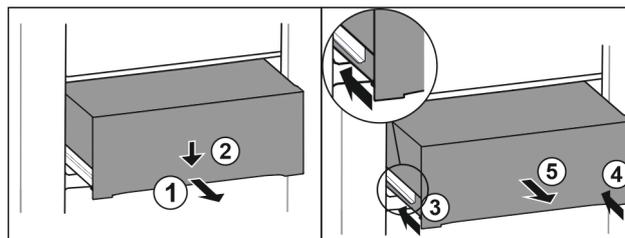

Fig. 71
- Estrarre il cassetto a metà. Fig. 71 (1)
- Premere il cassetto sul lato anteriore verso il basso. Fig. 71 (2)
- Spingere la guida sinistra di circa 2 cm verso l'interno. Fig. 71 (3)
- Spingere la guida destra di circa 2 cm verso l'interno. Fig. 71 (4)
- Rimuovere il cassetto tirandolo in avanti. Fig. 71 (5)